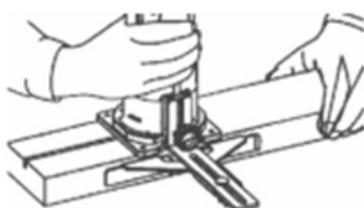

Fig. 6 – Fresando com guia reta
3. Apoye la base de la guía paralela para orientar el trabajo, conforme muestra la Fig. 6;